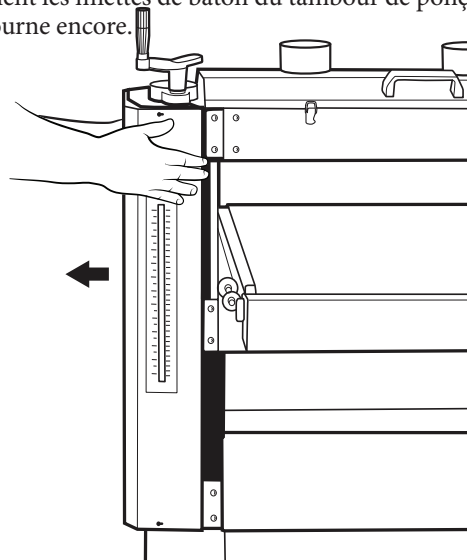

FIG. 14
2. Retirez les huit boulons à tête Phillips et les rondelles fixant les protections latérales gauche et droite à la machine et retirez les protections. Voir Fig. 14.